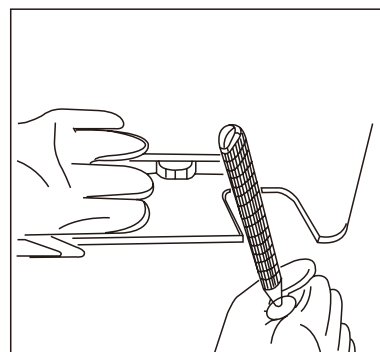

Fig 2
4. Tubería por la parte inferior o lateral (ver Fig. 2)